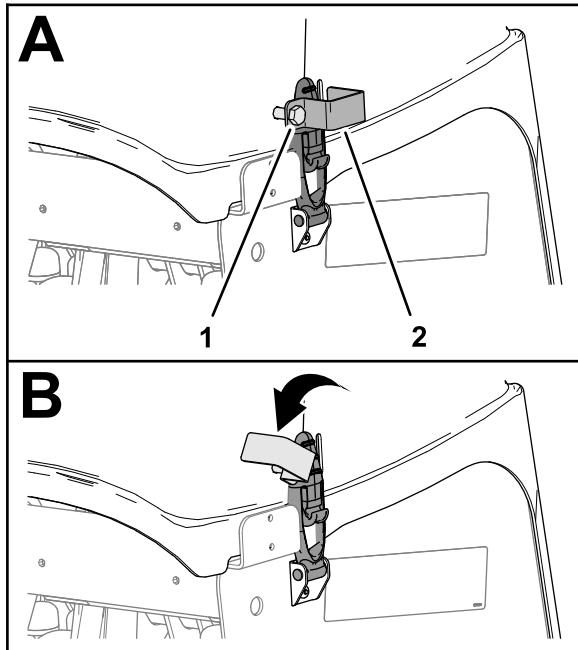

Figura 138
1. Si la máquina tiene seguros de cierre CE, afloje el perno de la placa del seguro hasta que la placa salga de la ranura en el lateral de la cubierta del cabezal de perforación (Figura 138).
2. Gire la placa del seguro para abrir el cierre (Figura 138).